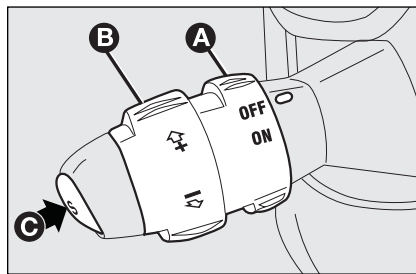

Рис. 54
Поверните поворотный переключатель **A**, см. **рис. 54** в положение **"ON"**.
- ☐ Установите поворотный переключатель **A**, см. **рис. 54** в положение **"ON"** и нажимайте на педаль акселератора для достижения необходимой скорости;
- ☐ нажмите кнопку **C**, см. **рис. 54**.
- ☐ поверните поворотный переключатель **B**, см. **рис. 54** в положение "+" и отпустите затем.
- ☐ поворачивайте поворотный переключатель **B**, см. **рис. 54** в положение "-", пока не будет достигнуто необходимое значение скорости, которое будет автоматически занесено в память.
Поверните поворотный переключатель **A**, см. **рис. 54** в положение "OFF" или ключ в замке зажигания в положение "STOP". Происходит отключение круиз-контроля, если происходит одно из следующих событий:
В случае неисправности или отказа круиз-контроля поверните поворотный переключатель **A**, см. **рис. 54** в положение "OFF" и при необходимости после проверки предохранителей обратитесь на станцию технического обслуживания Fiat.